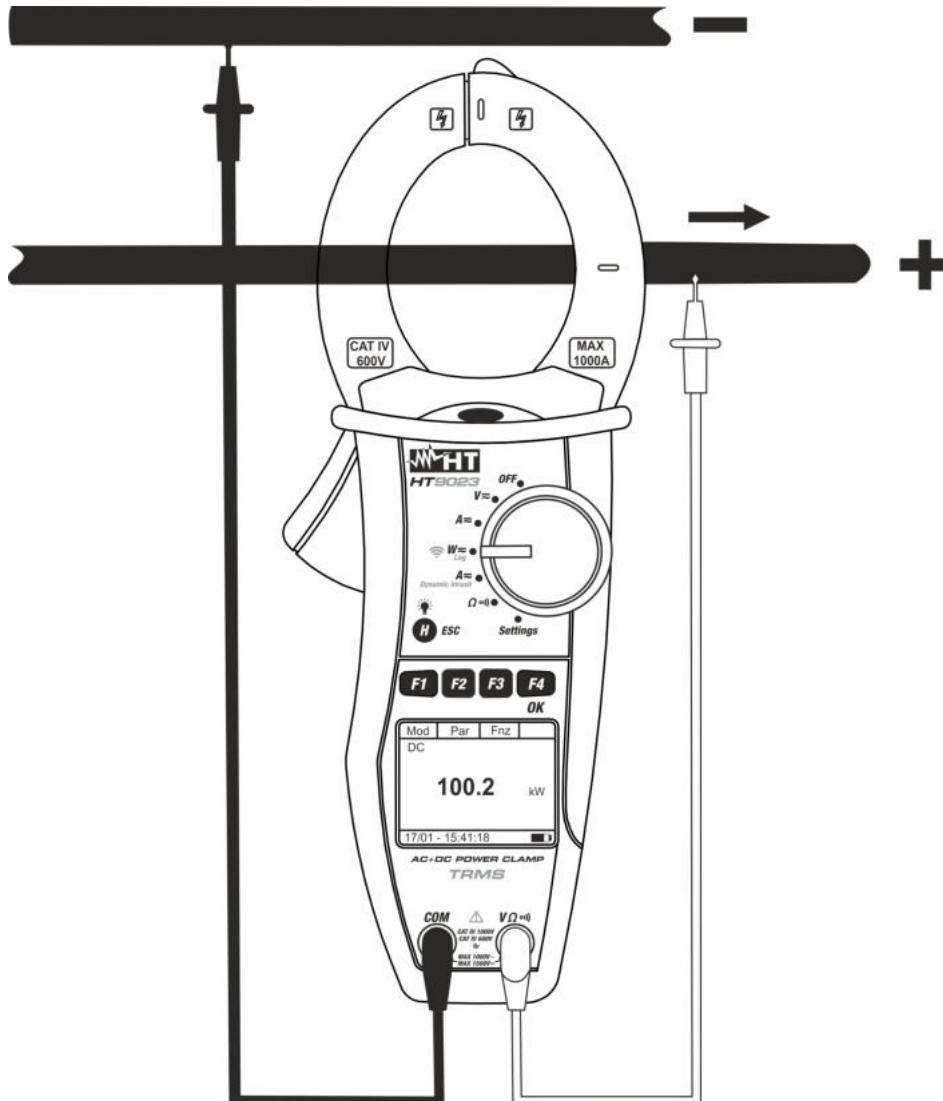

Fig. 12: Misura di Potenza/Energia DC
5. Inserire il cavo rosso nel terminale di ingresso **VΩⓂ**) e il cavo nero nel terminale di ingresso **COM**. Posizionare il puntale rosso su polo "+" e il puntale nero sul polo "-" e inserire il cavo "+" all'interno del toroide rispettando la direzione della corrente indicata dalla freccia (vedere Fig. 12). Inserire il cavo all'interno del toroide al centro dello stesso al fine di ottenere misure accurate. Utilizzare le tacche presenti come riferimento (vedere Fig. 2)
6. Il valore della Potenza DC è mostrato a display espresso in kW. Premere il tasto **F2 (Par)**, selezionare con lo stesso tasto l'opzione "**Tens/Corr**" per la lettura dei valori di tensione DC e corrente DC e confermare con **F4 (OK)**. La seguente videata è mostrata a display